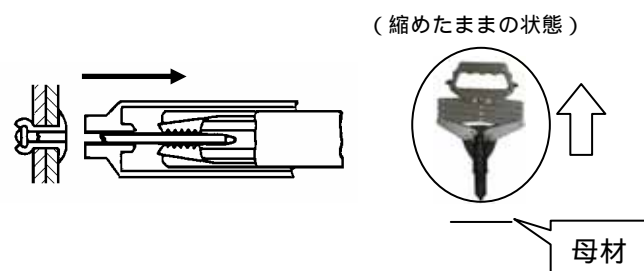

図5-5
- (3) リベットが締結されたら、リベットツールを縮めたままの状態でも材から離してください。(図5-5)